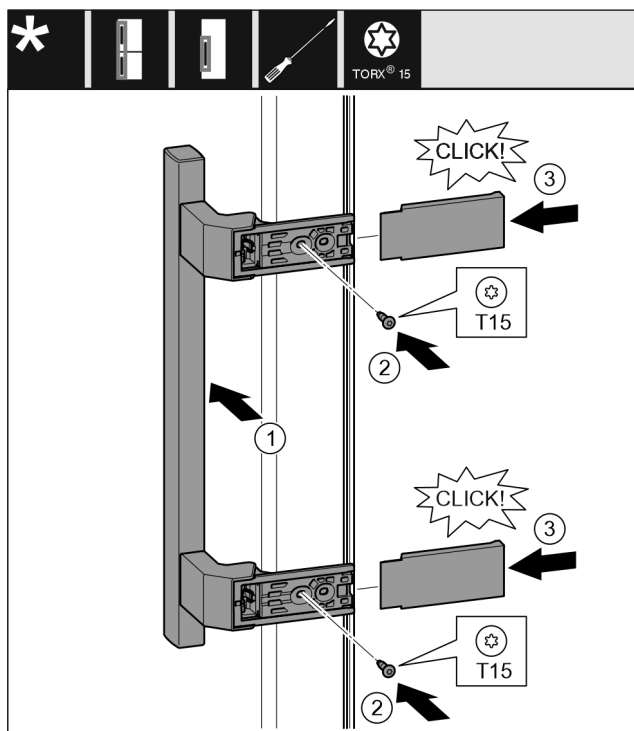

Fig. 12
- ▶ Założyć uchwyt po przeciwległej stronie. Fig. 12 (1)
- ▶ Śruby przykręcić przy pomocy śrubokręta T15. Fig. 12 (2)
- ▶ Ostony założyć z boku i wsunąć. Fig. 12 (3)